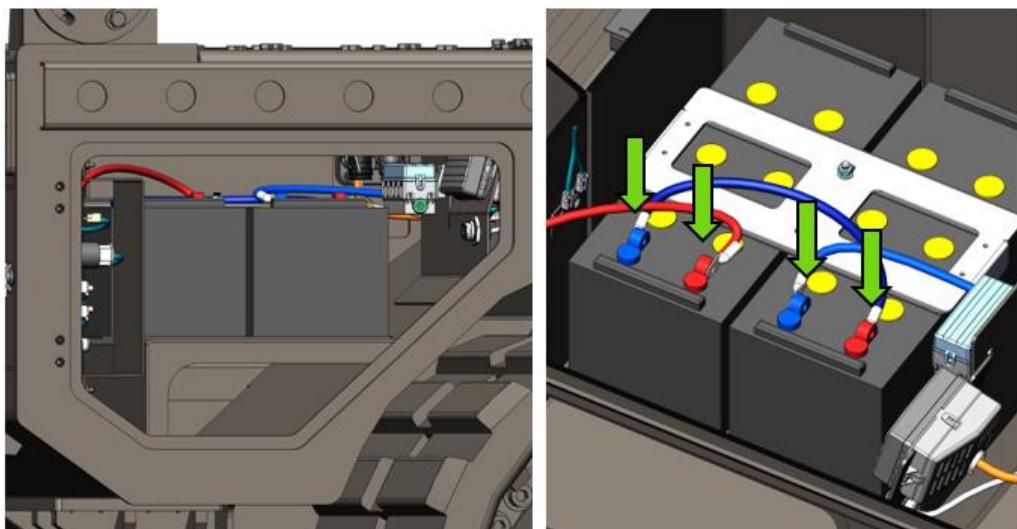

Рисунок 5.3. Клеммы и полюсные выводы
- ▶ Снять присоединительные клеммы с полюсных выводов аккумулятора, рис. 5.3.